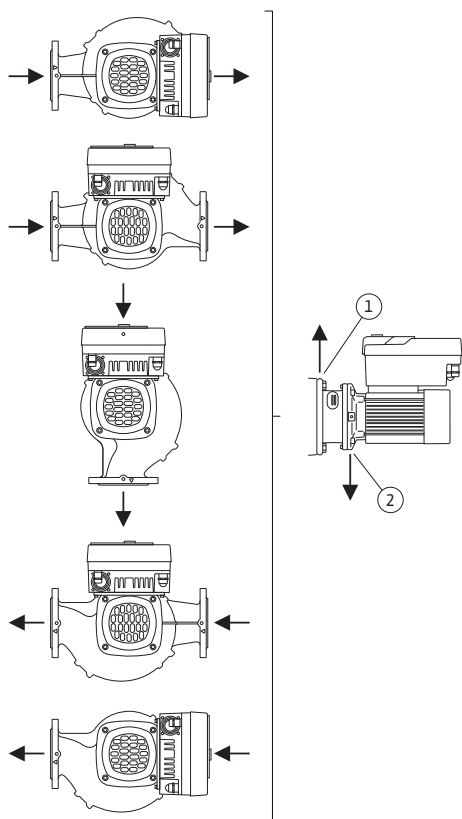

Fig. 17: Допустимі монтажні положення з горизонтальним розташуванням вала
- У випадку горизонтального розташування вала двигуна отвір для конденсату обов'язково має бути спрямований донизу (Fig. 17, поз. 2). За необхідності двигун слід повернути.